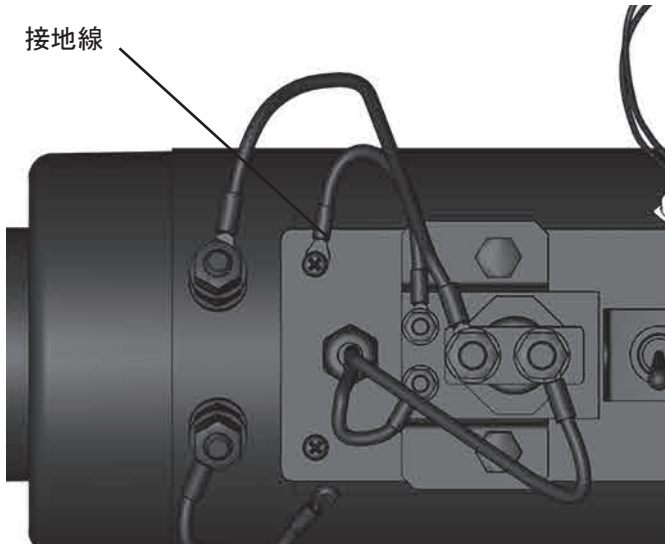

図 17
8. 端子箱カバーのネジ 4 本を挿入し、接地線が正しく接続されていることを確認しながら締めます (図 17)。